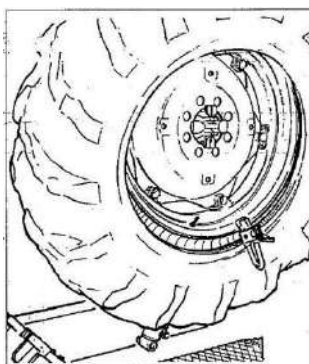

Рисунок 27
22) Снова поднимите колесо и прикрепите срубцину снаружи второго борта примерно в 20 см справа от вентиля. (См. Рисунок 27)